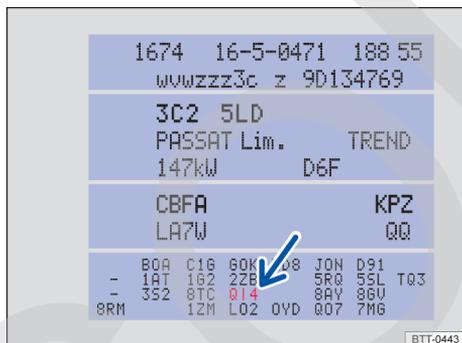

Fig. 218 Adhesivo portadatos del vehículo con núm. PR del servicio correspondiente (representación esquemática).
- Consulte el número PR que figura el adhesivo portadatos del vehículo → fig. 218 (flecha) → pág. 299.